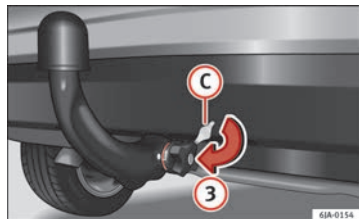

Fig. 118 Posizionamento del coperchio della serratura
- Utilizzare la chiave (B) per chiudere la serratura della rotella manuale girandola verso destra fino al limite, nel senso della freccia (1) – la freccia sulla chiave mostra l'indicazione “serratura chiusa”.
- Estrarre la chiave nel senso della freccia (2).
- Collocare il coperchio (C) nella serratura della rotella manuale nel senso della freccia (3) ⇒ fig. 118.